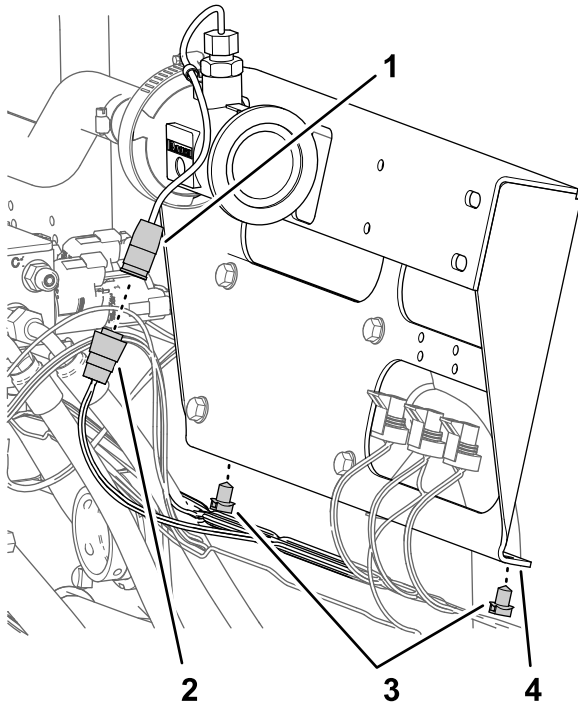

図 72
1. フローメータの3ピンコネクタから、車両用ワイヤハーネスの中のFLOW METERというラベルのついた3ソケットコネクタを外す 図 72。
2. ブームバルブ用ブラケットの下側フランジから、車両用ワイヤハーネス固定している押し込みファスナー2個を外す 図 72。